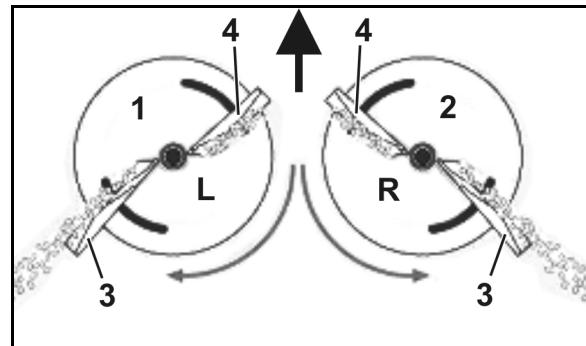

Рис. 18
- левый распределяющий диск (Рис. 18/1) с маркировкой **L**.
- правый распределяющий диск (Рис. 18/2) с маркировкой **R**.
- Длинная (Рис. 18/3) - шкала настройки со значениями от 35 до 55.
- Короткая (Рис. 18/4) – шкала настройки со значениями от 5 до 28.